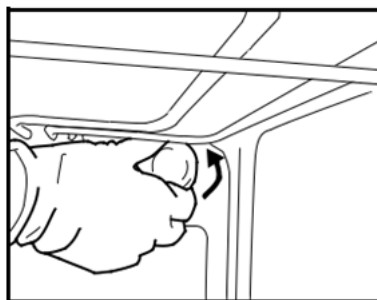

Рис. 6
2. Выкрутите плафон (Рис.6), замените лампу (тип лампы указан в примечании) и закрутите плафон в исходное положение.